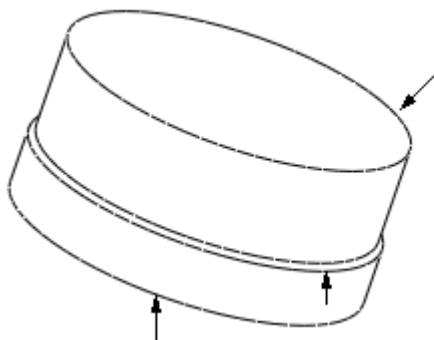

图 59-5
- (1) 单击按钮（或单击菜单【插入】 【倒圆角】命令），打开倒圆角特征操控板。
- (2) 按下 CTRL 键，如图 59-5 所示，选择 3 条圆柱边线，建立半径为 5 的圆角。